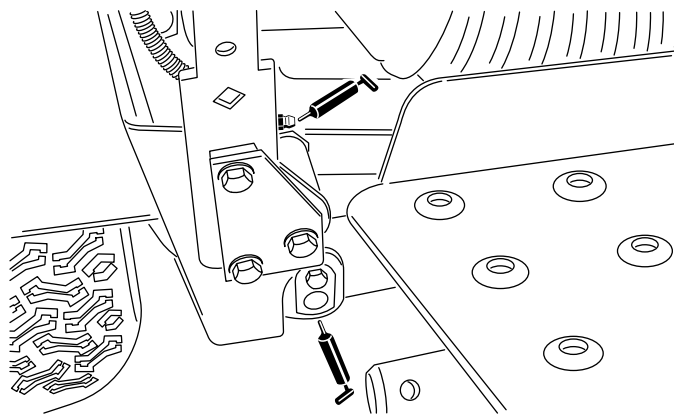

Figura 39
- Braços de elevação (3) (Figura 39)